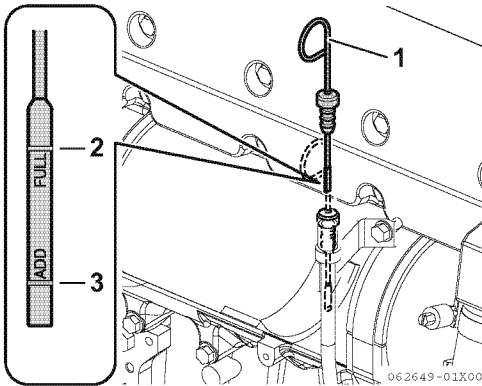

Figure 6
2. Enlevez la jauge (**Figure 6, (1)**) et nettoyez-la avec un tissu propre.
4. Enlevez la jauge. Le niveau de l'huile doit être compris entre les lignes supérieure (**Figure 6, (2)**) et inférieure (**Figure 6, (3)**) de la jauge.
2. Remplissez avec de l'huile jusqu'à la limite supérieure (**Figure 6, (2)**) sur la jauge (**Figure 6, (1)**).